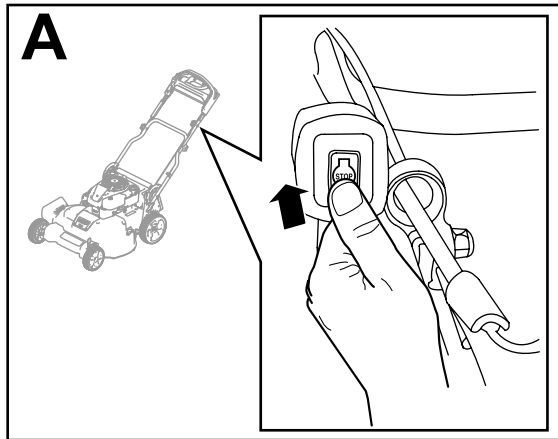

Figura 18
1. Gire la llave de contacto a la posición de DESCONECTADO (Figura 18, A).
2. Cuando el motor se apague, retire la llave del contacto y llévesela con usted cuando abandone la máquina (Figura 18, B).